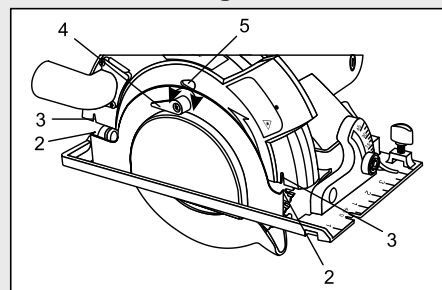

Fig. 3
3. Glissez les languettes de blocage inférieures (2) vers le haut, dans les fentes correspondantes (3) du protège-lame supérieur (Fig. 3).